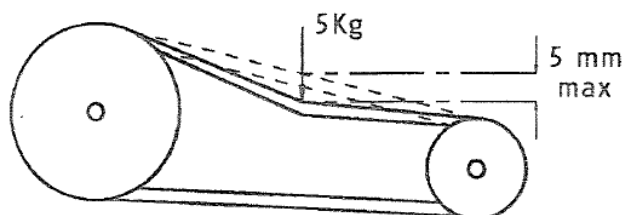

Рисунок 15 - Проверка натяжения ремня
- надавить на ремень 2 (рисунок 3) между двумя шкивами с усилием примерно 5 кг (рисунок 15). Прогиб ремня должен при этом составлять приблизительно 5 мм.